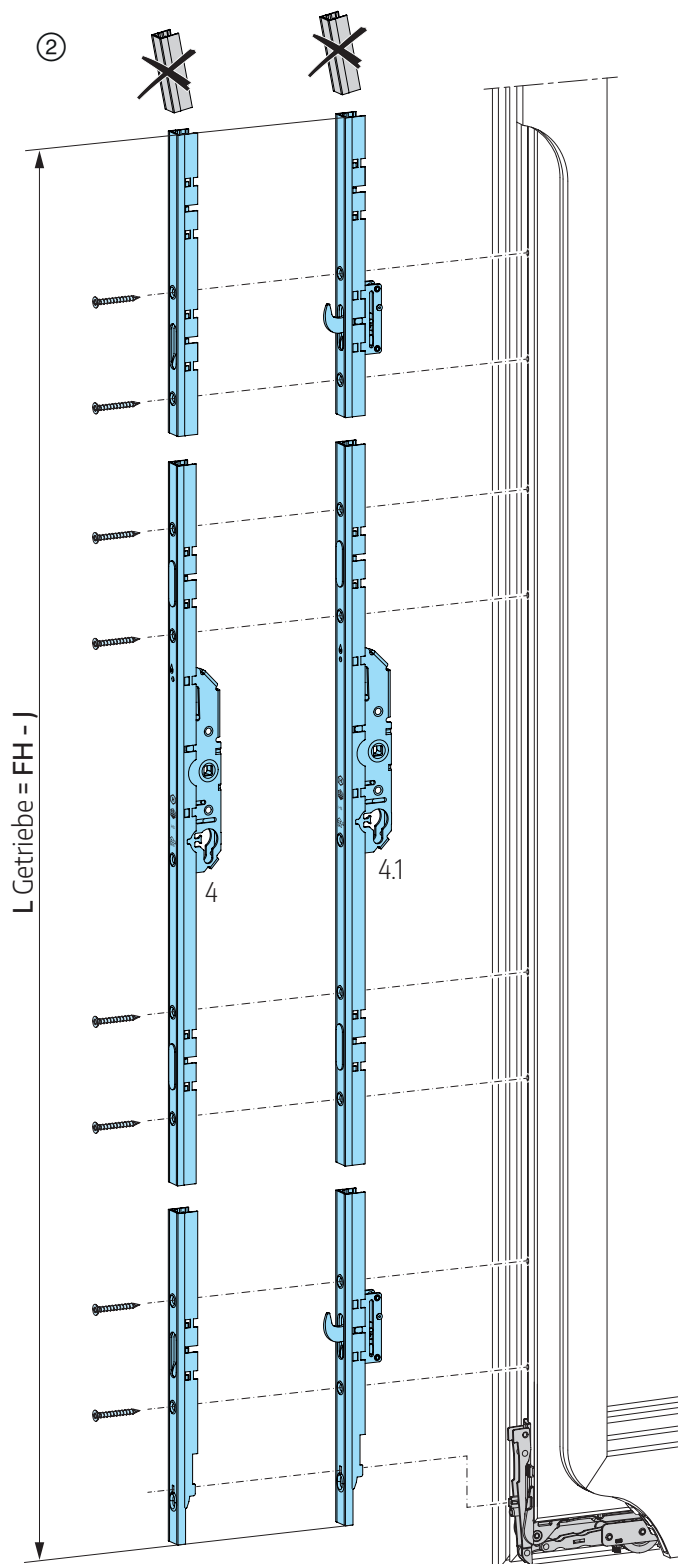

Abb. 30
② Getriebe oben ablängen; **Abb. 30**.